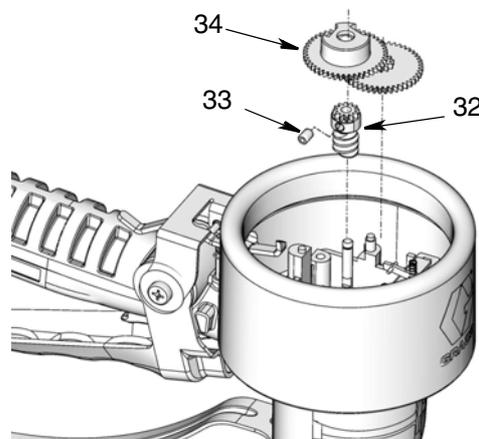

FIG. 29
5. Utilice una llave hexagonal de 2 mm para retirar el tornillo de fijación del engranaje (33). Saque los engranajes (32, 34) (FIG. 29).